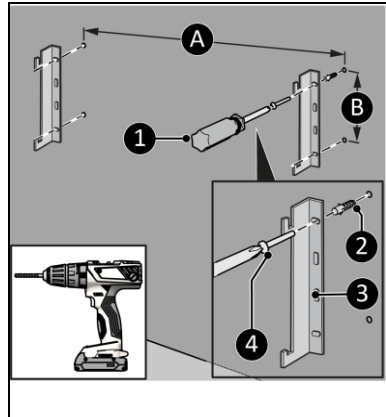

Abbildung 10
4. Bohren Sie vier Löcher für die Halterungen, wobei sich die zwei unteren Löcher mindestens 125 mm über dem Boden befinden. Der Abstand zwischen den vertikalen Löchern (Abbildung 10, Pos. B) beträgt 105 mm. Der Abstand zwischen den horizontalen Löchern beträgt ungefähr (Abbildung 10, Pos. A und B)*:
5. Platzieren Sie die Wanddübel (Abbildung 10, Pos. 2).
6. Schrauben Sie eine linke und eine rechte Halterung (Abbildung 10, Pos. 3) mit einer großen Schraube (Abbildung 10, Pos. 4) mit einem Phillips Kreuzschlitzschraubendreher (Abbildung 10, Pos. 1) an die Wand.